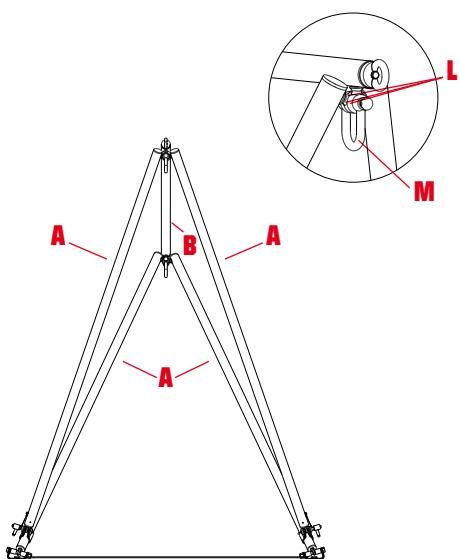

fig. 3
b) Relier la barre supérieure (B) aux barres latérales (A) en introduisant les manilles (M) dans les œillets de connexion (L) - (fig. 3).